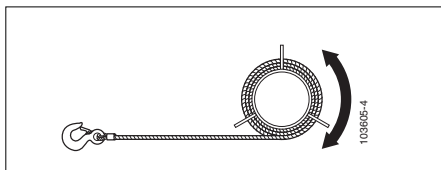

Fig. 4
- Dérouler et enrouler le câble bien à plat de façon rectiligne et non obliquement (Fig. 4); ceci pour éviter la formation de boucles ou de coudes, qui le rendent inutilisable pour le scafor™.